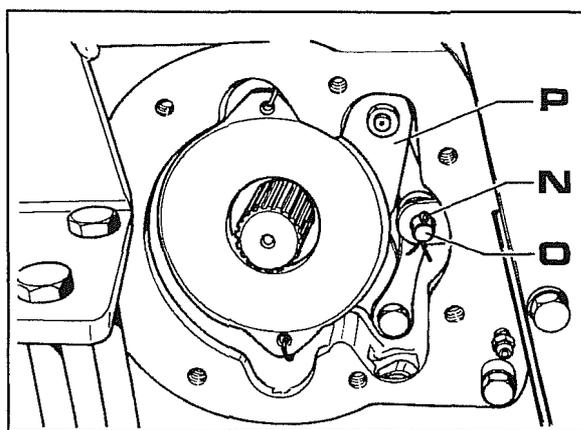

Abb. 21
- 2 Das Scheibenpaket bis gegen den Ausdehnungsflansch entfernen, so wie es in der Abb. 21 gezeigt ist.
- 3 Den Bolzen **O** Abb. 21 abtrennen, indem man den Splint **N** herauszieht, den Ausdehnungsflansch **P** herausziehen und dann die Scheibe oder die Scheiben, die sich hinter dem Flansch selbst befindet/n.
Sollte der Bolzen **O** Abb. 21 so gedreht sein, daß der Splint nach innen zeigt, ist der Ausbauvorgang zu vereinfachen, indem man zuerst die Kappe **P** Abb. 11 und den darunter befindlichen O-Ring entfernt.